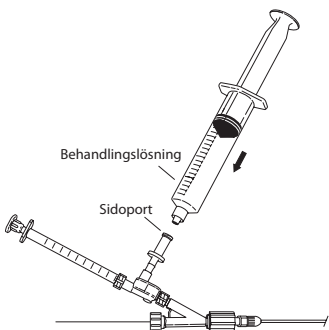

Fig. 7
9. För att starta processen för önskad administrering av behandlingslösning, avlägsna 20 mL-sprutan med hepariniserad koksaltlösning och lämna en konvex bubbla av lösning i sidoportskopplingen. Innan en annan vätskefylld spruta ansluts till sidoporten måste det kontrolleras att den är helt tömd på luftbubblor. Återanslut en spruta fylld med behandlingslösning. (Fig. 7)